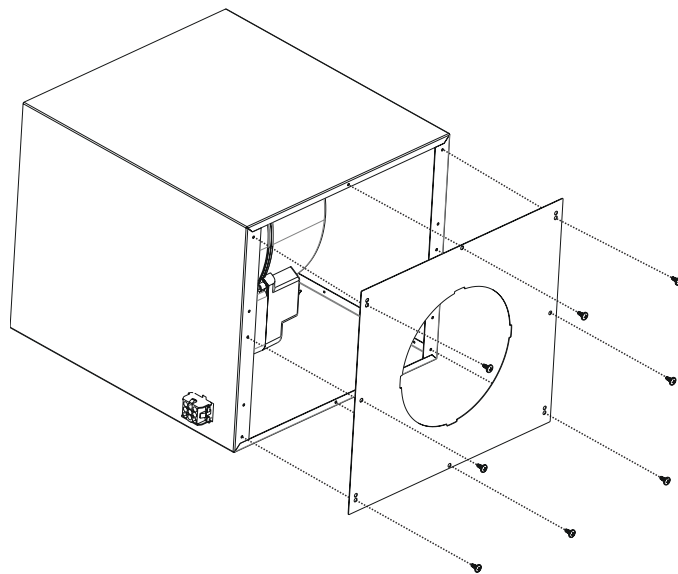

Fig. 20
3. ➔ Brug nu 1 stk adapterplade med rundt hul til at lukke motor-kabinettets åbne ende og skru den fast vha. 8 skruer (Fig. 20).